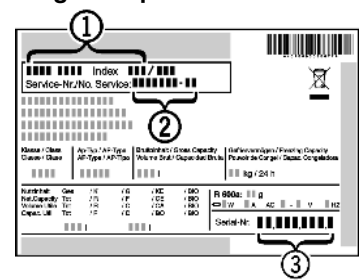

Fig. 17
- Consulter la désignation de l'appareil Fig. 17 (1), le N° de service Fig. 17 (2) et le N° de série Fig. 17 (3) sur la plaque signalétique. La plaque signalétique se trouve à l'intérieur de l'appareil, sur le côté gauche.